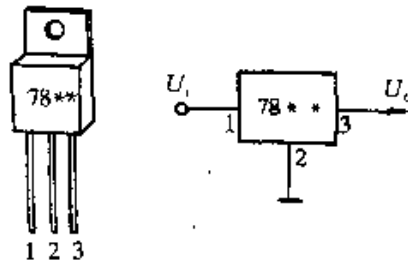

图 2-313
(1) 7800 系列集成稳压器
7800 系列集成稳压器是常用的固定正输出电压的集成稳压器,其常见外形及电路符号见图 2-313。7800 系列集成稳压器为三端器件,①脚为输入端,②脚为接地端,③脚为输出端,使用十分方便。